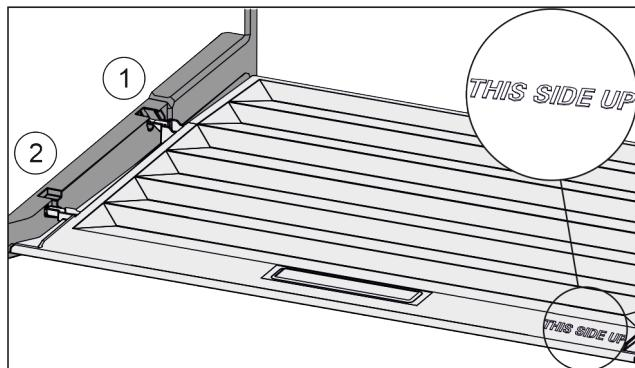

Fig. 40
- Пъхнете шийките на капака през отвора в задния държач Fig. 40 (1) и фиксирайте отпред в държача Fig. 40 (2).